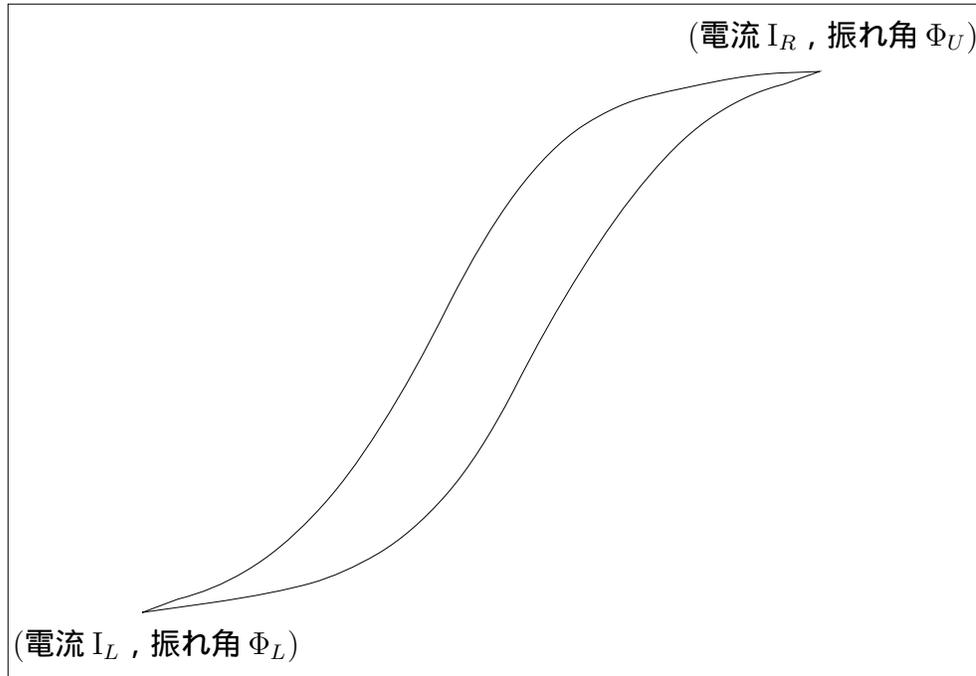

図 9.6: X-Y レコーダ記録用紙の整理
1. 図 9.6 の最左端の電流 I_L と磁束計の最下位の振れ角 Φ_L を記録する。
2. 図 9.6 の最右端の電流 I_R と磁束計の最上位の振れ角 Φ_U を記録する。